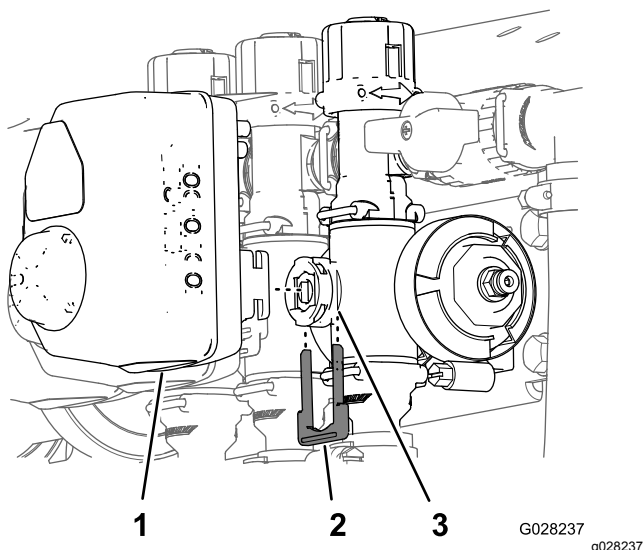

Рисунок 77
2. Снимите держатель, который крепит привод к коллекторному клапану секции или перемешивания (Рисунок 77).